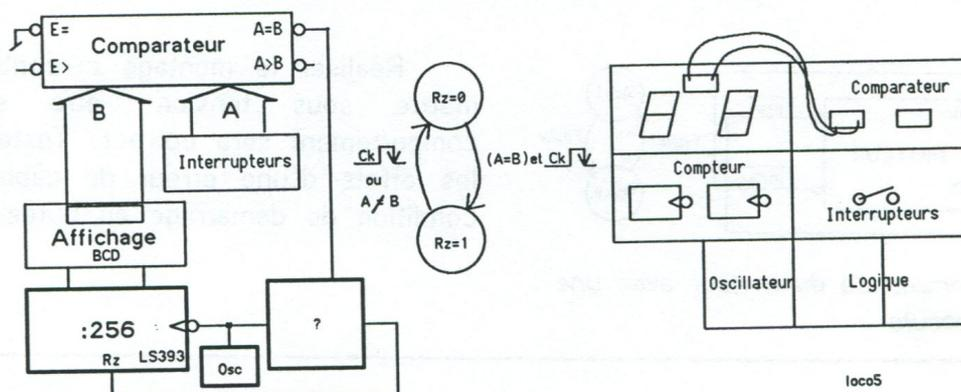

Fig. 3 Compteur par n avec comparateur et disposition des logidules
- 3.1 Complétez le schéma proposé sur la figure 3. Réaliser le montage et vérifiez son bon fonctionnement.